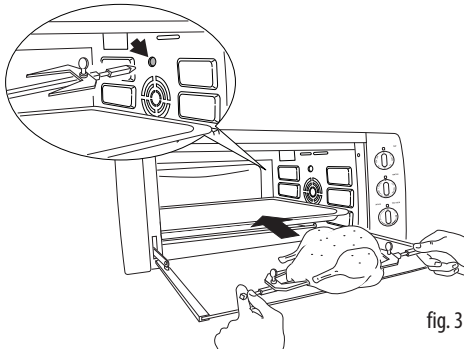

fig. 3
- Schuif de lekplaat (H) op de geleider 3 en steek het braadspit (I) in het gat (fig. 3).